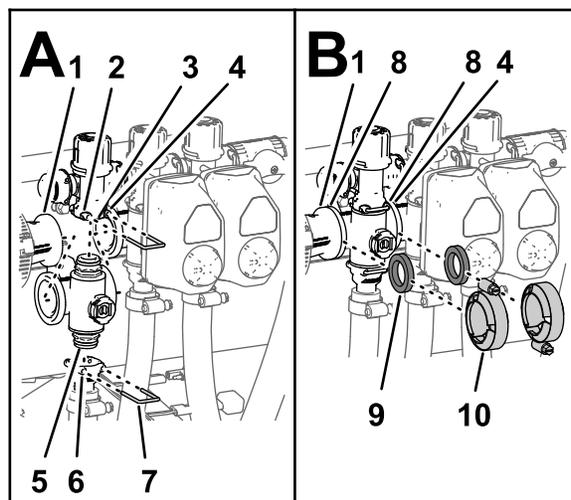

Рисунок 83
- Вставьте верхний штуцер торцевой крышки коллекторного клапана в перепускной штуцер (Рисунок 83 А.).
- Закрепите штуцер торцевой крышки на перепускном штуцере, вставив держатель в гнездо перепускного штуцера (Рисунок 83 А).
- Установите выпускной штуцер на нижний штуцер торцевой крышки коллекторного клапана (Рисунок 83 А).
4. Прикрепите штуцер торцевой крышки к выпускному штуцеру, вставив держатель в гнездо выпускного штуцера (Рисунок 83А).
5. Установите прокладку между фланцами переходной муфты и коллектором клапана секции (Рисунок 83В).
6. Смонтируйте переходную муфту, прокладку и коллектор клапана секции с помощью хомута, затянув его от руки (Рисунок 83В).
7. При установке 2 самых левых клапанов секций установите прокладку между фланцами 2 прилегающих коллекторов клапанов секций (Рисунок 83В).
8. Смонтируйте 2 находящихся рядом коллектора клапанов секций и прокладку с помощью хомута, затянув его от руки (Рисунок 83В).